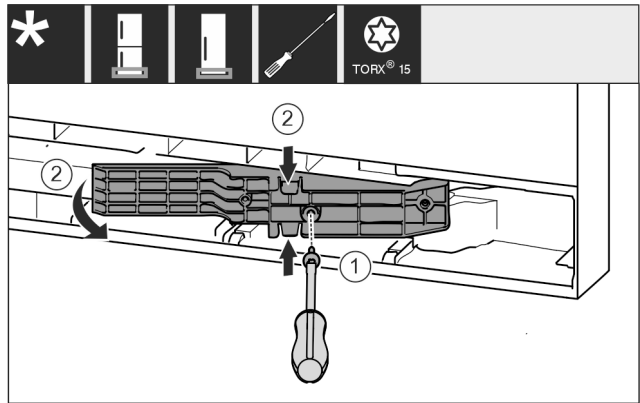

Fig. 18 \*
- ▶ Schrauben mit Schraubendreher T15 lösen. Fig. 18 (1)\*
- ▶ Adapterstück herausziehen. Fig. 18 (2)\*